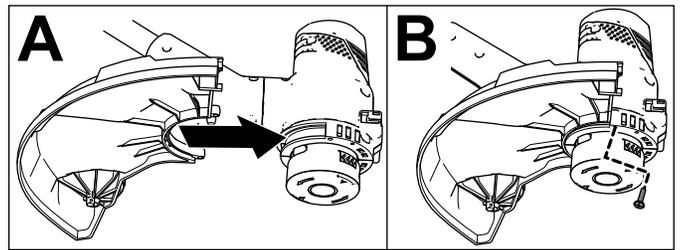

Figura 5
1. Retire los 2 tornillos Phillips que están sujetos con cinta al protector y coloque el protector en la base de la desbrozadora (Figura 5, A).
2. Sujete el protector en la base de la desbrozadora con los 2 tornillos Phillips (Figura 5, B).